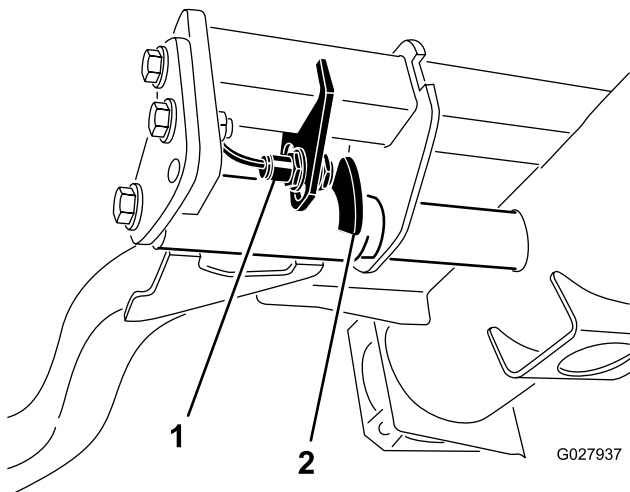

Figura 65
2. O interruptor do braço de elevação encontra-se por baixo do depósito hidráulico por trás do braço de elevação direito dianteiro (Figura 65).
3. Solte os parafusos de montagem do interruptor e desloque o interruptor para baixo para aumentar a altura de viragem do braço de elevação ou desloque o interruptor para cima para diminuir a altura de viragem do braço de elevação (Figura 65).